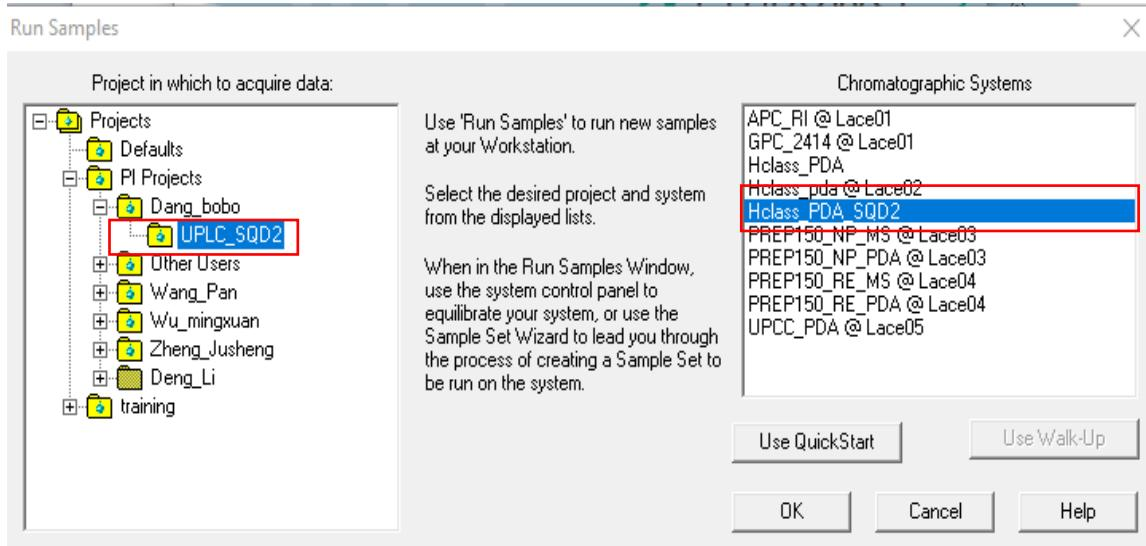
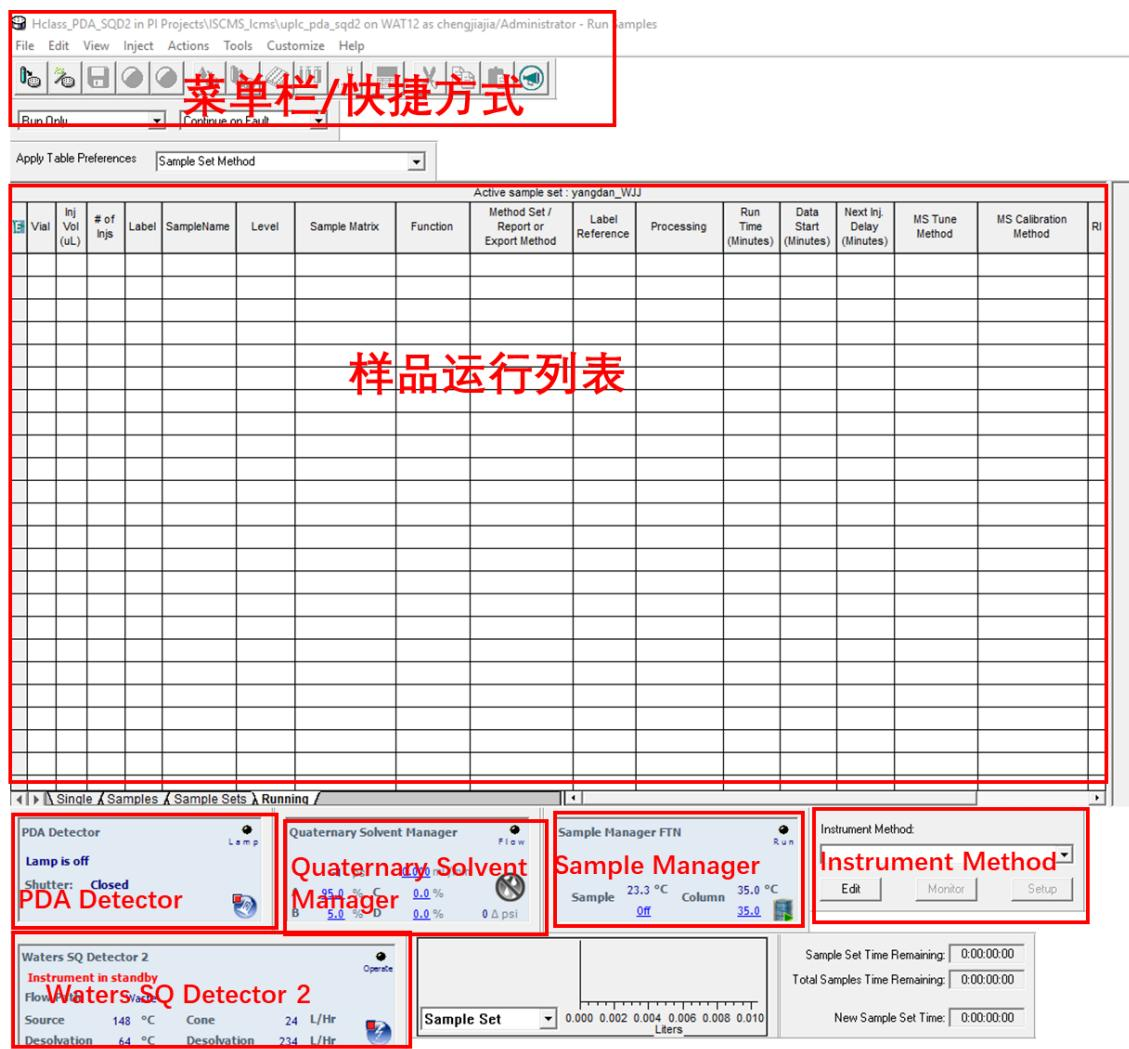

图6-7
图6-8
Empower界面, 双击Run Sample, 弹出图6-7。
如图6-7, 选择Project in which to acquire data (选择方法、数据等存储位置)和 Chromatographic Systems (选择仪器配置)。点击OK, 进入样品运行窗口(图6-8)。
- ① Project in which to acquire data: Projects---PI Projects---PI---UPLC_QSD2查看 PI Project项本组项目文件。如不存在, 请联系技术员。
- ② Chromatographic Systems: Hclass_PDA 或者Hclass_PDA_SQD2, 且不可同时使用(Client06), 默认为Hclass_PDA_SQD2。如需使用Hclass_PDA, 请先点击Configure the System, 进入System, 选中Hclass_PDA_SQD2-右键-Take offline, 且选中Hclass_PDA-右键-Bring Online, 反之亦然。
注意: (1) 在Projects下, 每个课题组会有以PI姓名命名的二级项目文件, 二级项目下包含以仪器命名的三级项目文件。用户首先应在图6.7中 (Project in which to acquire data) 找到自己课题组二级项目, 然后在该二级项目文件下, 找到要使用的仪器的三级项目; 然后在系统配置框 (Chromatographic Systems) , 选择相应的仪器配置。
Run Sample 界面如图6-8。该窗口下方包含示菜单栏/快捷方式栏、样品运行列表、样品管理器（Sample Manager）、四元溶剂管理器（Quaternary Solvent Manager）、PDA检测器（PDA Detector）、仪器方法编辑（Instrument Method）、SQ Detector2等子窗口。